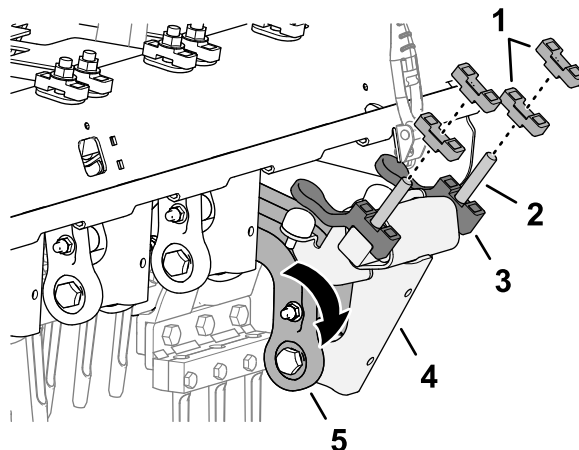

Figura 122
3. Rotiți articulația amortizorului și arborele amortizorului în jos (Figura 122).